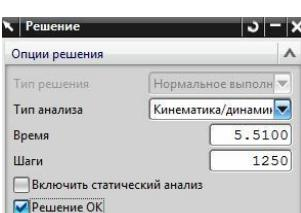

Рис.23
- Самым сложным при назначении данной связи является указание нужных коэффициентов на одноименной закладке (рис.21). Дело в том, что *резиновая втулка* позволяет перемещение соединяемых тел вверх – вниз (*Продольная*), вправо – влево (*Радиус*), вокруг оси втулки по часовой стрелке – против часовой стрелки (*Крутящий момент*). И для каждого из перечисленных движений нужно задать требуемые коэффициенты упругости (жесткости) и демпфирования (рис.21). Рекомендуемые значения этих коэффициентов для вашего примера показаны на рис.21. Рекомендуемые параметры *Решения* представлены на рис. 23.